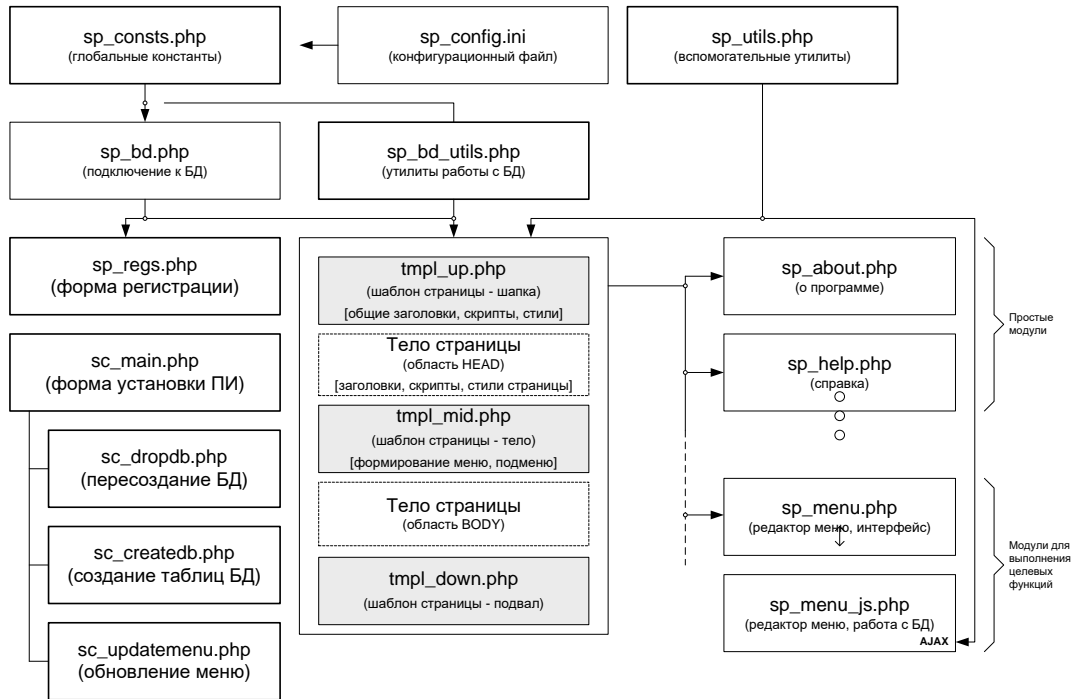

Рисунок 2
3.3.9. Обобщенная структура взаимосвязей файлов Web-интерфейса приведена на рис. 2.